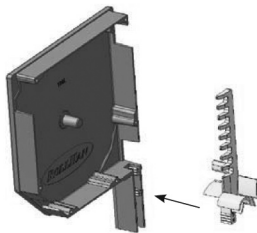

Рис. 3
1. Установить зубчатые замки в боковые крышки короба. Правый зубчатый замок необходимо установить в правую боковую крышку короба, левый в левую (рис. 3)
- Верхняя ламель должна выступать из направляющих в короб, приблизительно наполовину (рис.3)